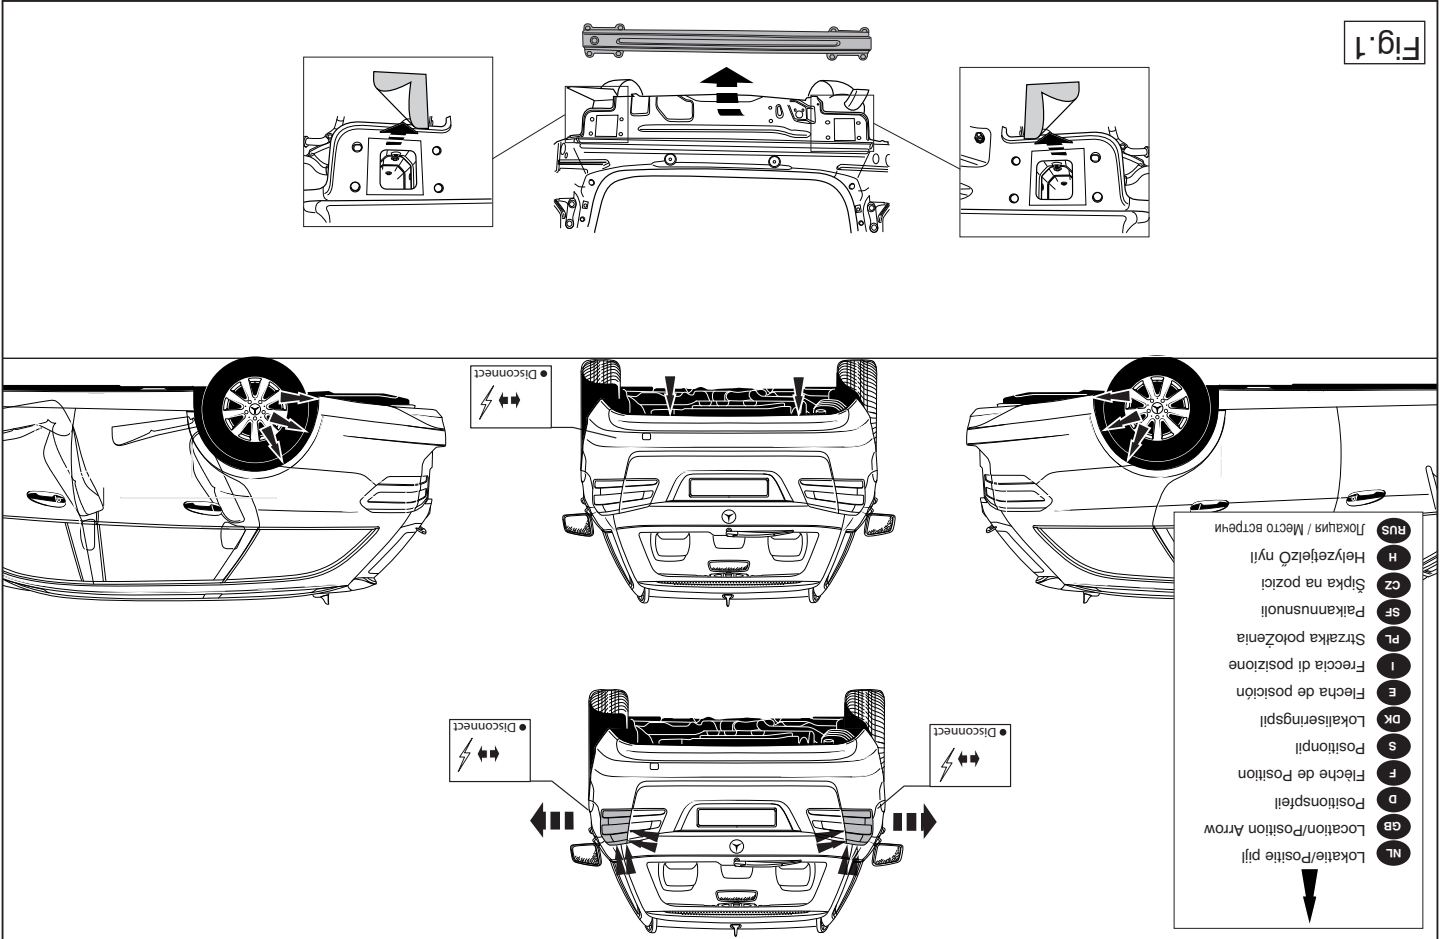

Fig. 1
2. Demonteer de bumper inclusief de stalen stootbalk van het voertuig, de stootbalk wordt niet meer gebruikt. Verwijder de tape links en rechts. Zie fig. 1.
2. Remove the bumper and the steel buffer beam from the vehicle. The buffer beam will no longer be needed. Remove the tape to the right and left. See figure 1.
2. Die Stoßstange einschließlich des stählernen Stoßbalkens vom Fahrzeug abmontieren. Der Stoßbalken wird nicht mehr benötigt. Tape links und rechts entfernen. Siehe Abbildung 1.
2. Déposer le pare-chocs du véhicule y compris la traverse en acier la traverse ne sera plus utilisée. Enlever l'adhésif à gauche et à droite. Voir la figure 1.
2. Demonter kofangeren, inklusive køretøjets stålstødbjelke. Denne bliver overflødig. Fjern tape til venstre og højre. Se fig.1.
2. Снять бампер вместе со стальным буферным брусом автомобиля буферный брус больше не понадобится. Удалить клейкую ленту слева и справа. См. рисунок 1.